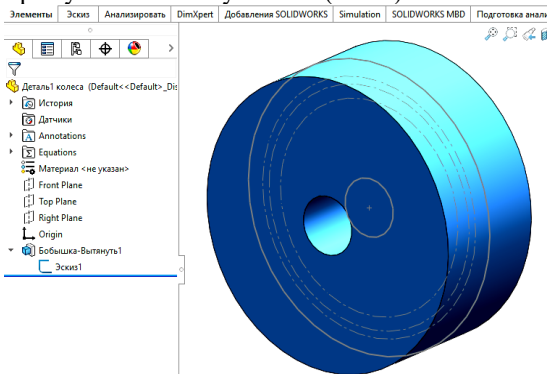

Рис.2. Результат операції витягнута бобишка
3. Виконуємо операцію **Витягнута бобишка** від **середньої площини** на відстань b , вказуючи контур вершин зубців, завершуємо операцію. Отримуємо заготовку колеса (Рис.2).